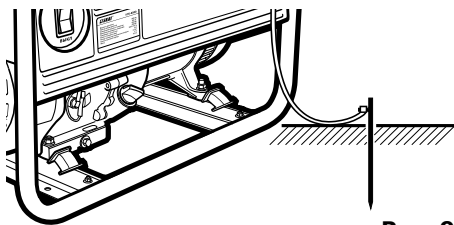

Рис. 9
2. Проверьте заземление генератора (рис. 9). Следуйте требованиям правил установки заземления, описанным в пункте 3.1.5, (стр. 11) «Заземление» настоящего руководства.